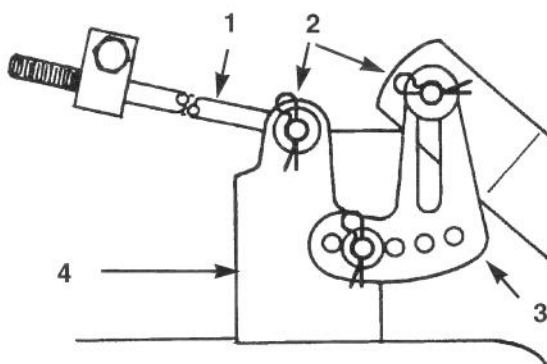

Figure 44
7. Insérer l'extrémité de la longue tige dans le trou du support de la tondeuse. (Fig. 44). Fixer la tige en place au moyen de la rondelle et de la goupille. Répéter l'opération de l'autre côté de la tondeuse.
8. Monter la patte fendue de mise à niveau sur la goupille du bras de hauteur de coupe (Fig. 44). Fixer la tondeuse au moyen de la rondelle et de la goupille. Répéter l'opération de l'autre côté de la tondeuse.